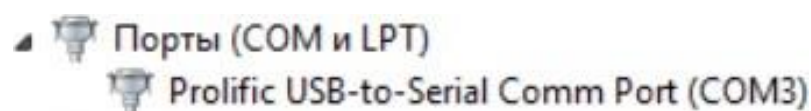
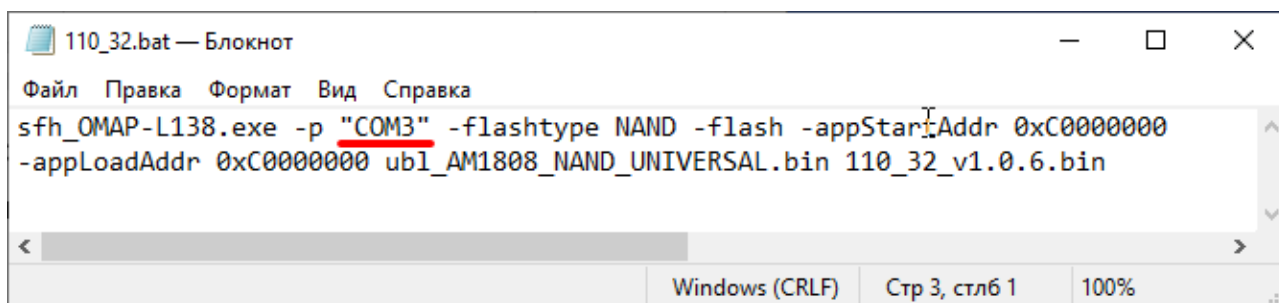

Рисунок 2.3. Определение COM-порта в диспетчере устройств
Рисунок 2.4. Выбор COM-порта
6. Определить номер **COM-порта** (или виртуального **COM-порта**), к которому подключен кабель KC14 (см. «Диспетчер устройств» Windows) (рисунок 2.3).
9. Необходимо изменить номер **COM-порта** на номер, определенный ранее в «Диспетчере устройств» Windows (рисунок 2.3), и затем **сохранить изменения** в файле (рисунок 2.4).